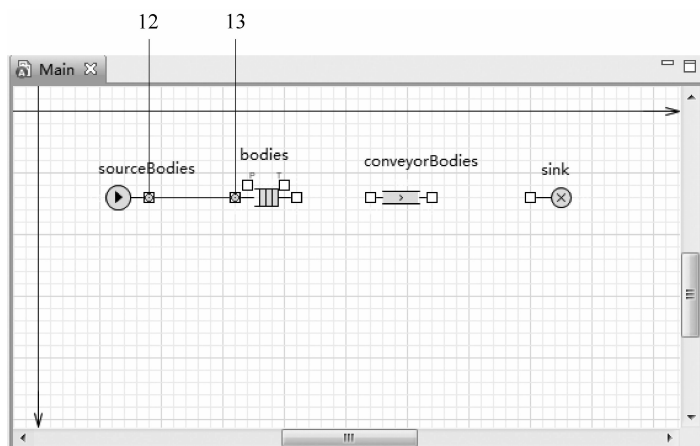
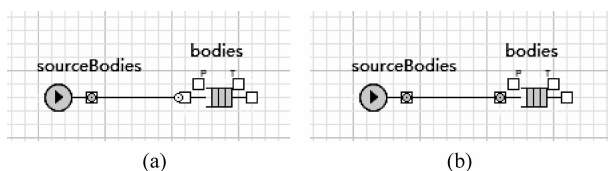

图 3-11 对象之间的连接
图 3-12 错误与正确的连线方式
(12) 单击所要连接的一个端口。
(13) 随后双击连接的另一个端口,两个端口之间即出现连接线,如图 3-11 所示。
① 当绘制连接线时,绿色圆表示连接线的端点已经正确放入了端口。
② 如果选择了一个连接线但是并没有看到绿色圆,通常因为连接线的端点被放置在了端口的附近,而没有放到端口之内,需要重新将连接线的端点移动至端口内,如图 3-12 所示。